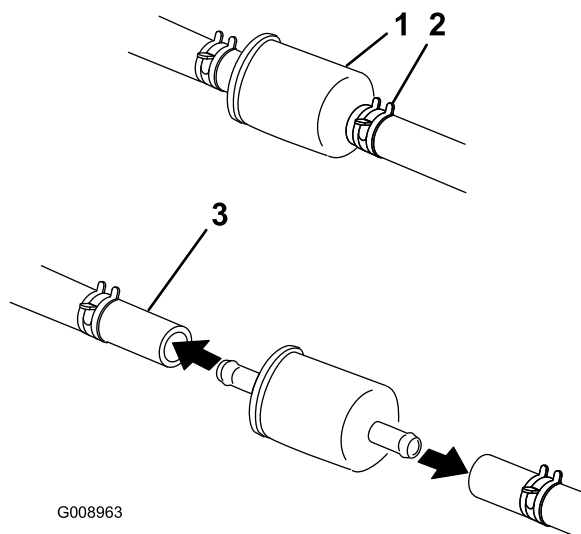

Figure 50
4. Pincez les extrémités des colliers et faites glisser ceux-ci pour les éloigner du filtre (Figure 50).